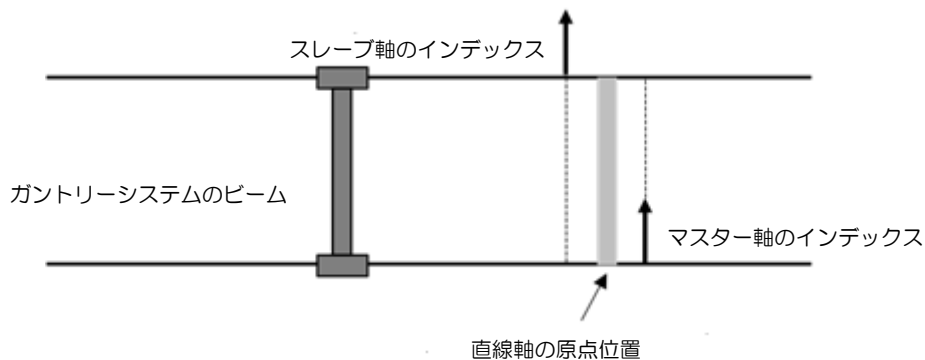

図 6.10.1
(2)	3057h	1: ガントリーをアクティブにします 2: ガントリーを非アクティブ化します 11: ヨー軸調整を実行します
- ガントリーモードでは、タッチプローブ値は単一軸のインデックス位置ではありません。代わりに、図 6.10.1 に示すように、両方の軸のインデックス位置の中心点になります。